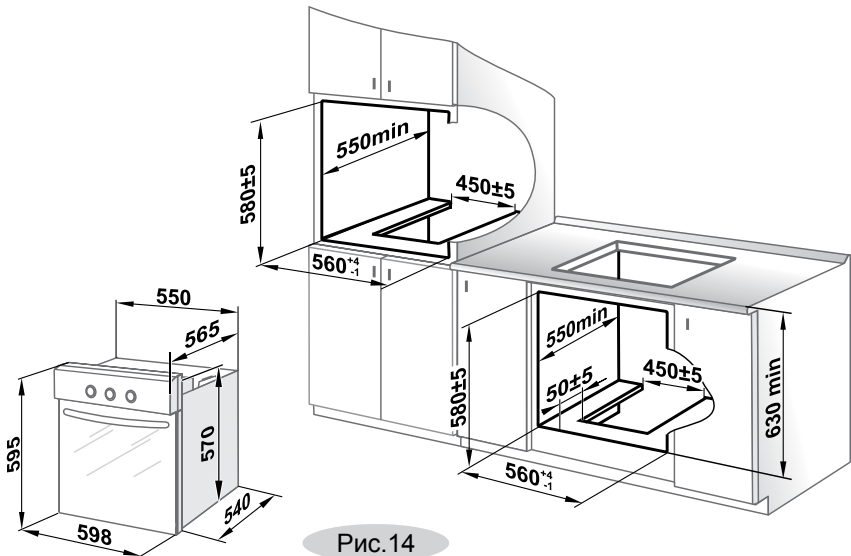

Рис. 14
- Духовка встраивается в напольную тумбу или пенал кухонного гарнитура, в которых имеется ниша с размерами, указанными на рис.14 (задняя стенка гарнитура отсутствует).